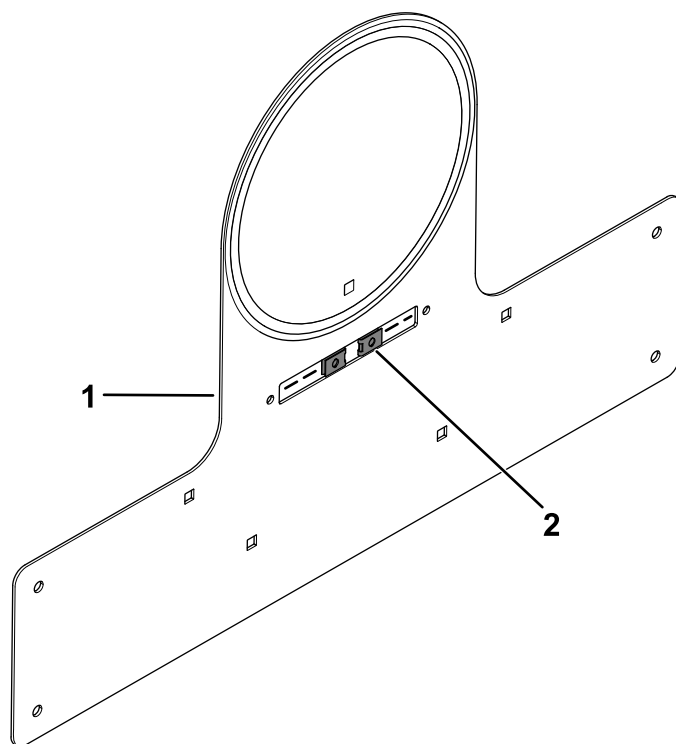

Figura 26
6. Montate le 2 piastrine per vite autofilettanti sul supporto della piastra dell'adesivo del limite di velocità (Figura 26).